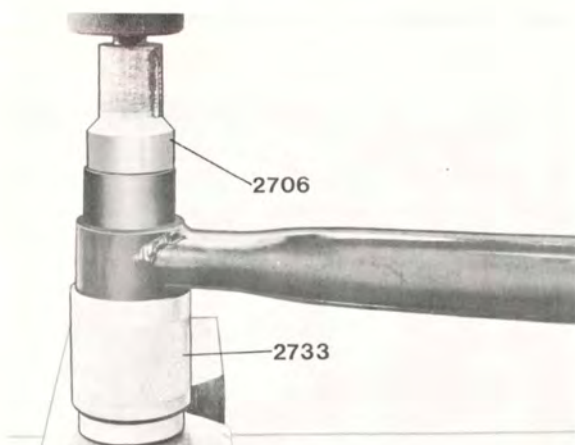

Bild 7-24.
6. Pressa i den nya bussningen med samma verktyg (bild 7-24).